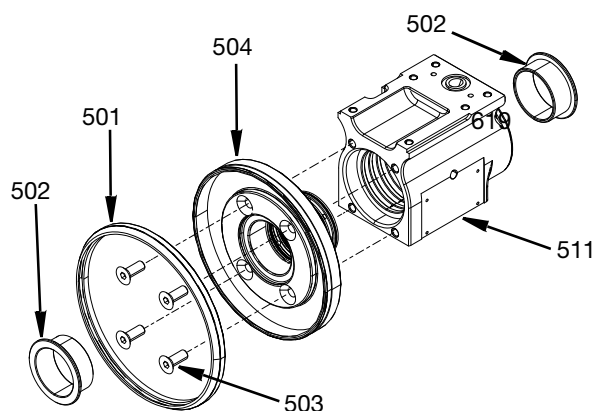

FIG. 25
1. Inserire l'anello di supporto (510) nell'estremità del foro più grande del gruppo alloggiamento girevole (511) fino a quando l'anello di supporto non è perpendicolare allo spallamento interno.
2. Applicare uno strato sottile di grasso al litio sull'esterno dell'O-ring sulla tenuta rotante (508). Per evitare danni all'O-ring della tenuta rotante, inserirlo inclinato nel foro dell'alloggiamento girevole (511). Assicurarsi che l'O-ring non si strappi contro l'apertura di ingresso e spingere la tenuta rotante contro l'anello di supporto (510). Vedere vista laterale FIG. 25.
- Inserire l'anello del distributore del materiale (509) nel foro dell'alloggiamento girevole (511). Si consiglia di utilizzare lo **Inseritore/Estrattore sede, materiale, 17V972** a pagina 38 e un martello con superficie morbida. Spingere l'anello di distribuzione del materiale (509) e la tenuta rotante (508) completamente sul fondo del foro.
- Applicare uno strato sottile di grasso al litio sull'esterno dell'O-ring successivo sulla tenuta rotante (508). Per evitare danni all'O-ring della tenuta rotante, inserirlo inclinato nel foro dell'alloggiamento girevole (511). Assicurarsi che l'O-ring non si strappi contro la porta di filtraggio e premere la guarnizione rotante contro l'anello di supporto del materiale (509). Vedere la vista dall'alto in Fig. 25.
- Applicare uno strato sottile di grasso al litio sugli O-ring (505) e inserirli nel foro dell'alloggiamento girevole (511). Applicare l'antigrippaggio alle viti a testa svasata M6 (503) e avvitarle a mano. Vedere FIG. 25.
- Spingere un cuscinetto flangiato (502) nell'alloggiamento girevole (511) e un cuscinetto flangiato (502) nel cuscinetto dell'anello di distribuzione dell'aria (504). Vedere FIG. 25.
- Installare l'anello di tenuta antipolvere (501) attorno alla superficie esterna del cuscinetto dell'anello di distribuzione dell'aria (504). Vedere FIG. 25.